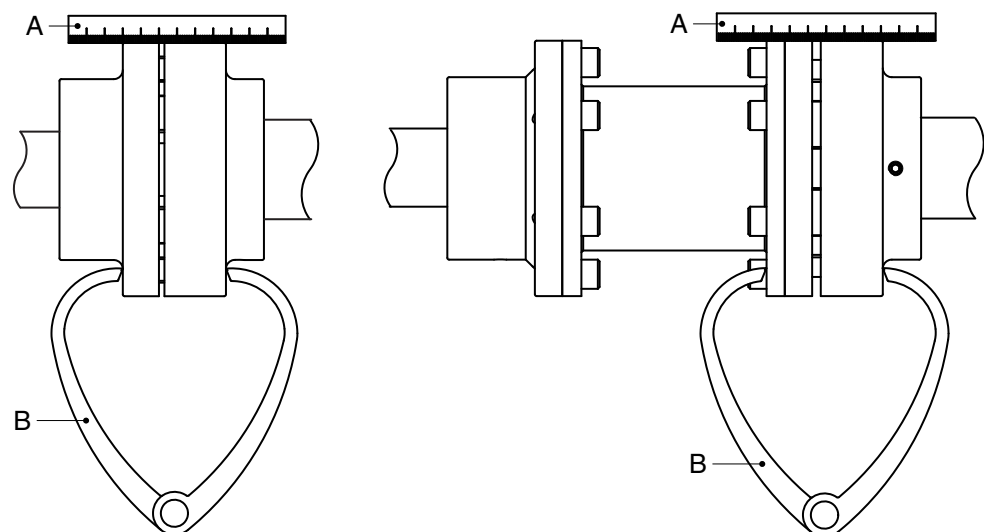

Abbildung 8: Ausrichten der Kupplung mit Hilfe eines Lineals und einem Außentaster.
- 1 Ein Lineal (A) auf die Kupplung legen. So viele kupferne Ausgleichscheiben wie nötig unterlegen oder entfernen, um den Elektromotor auf die korrekte Höhe zu bringen, sodass die gerade Kante beide Kupplungshälften über die gesamte Länge berührt, siehe Abbildung 8.
- 3 Die Ausrichtung nochmals mit einem Außentaster (B) an 2 diametral einander gegenüberliegenden Stellen an den Seiten der Kupplungshälften prüfen, siehe Abbildung 8.